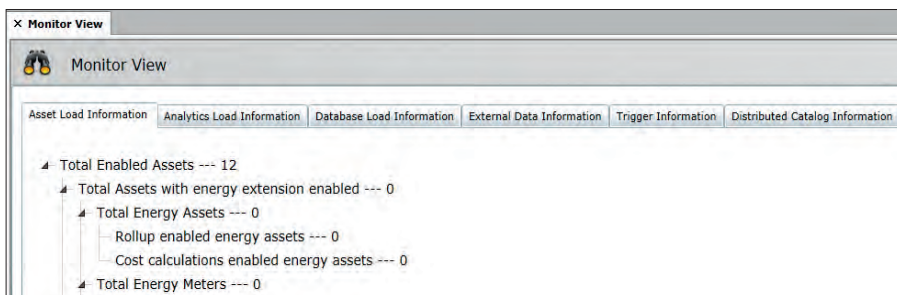

Рис. 6. Monitor Viewer
8. Вы можете выбрать различные вкладки, как показано на рис. 6, чтобы получить информацию о количестве всех *Активов*, о загрузке базы данных и т.д.